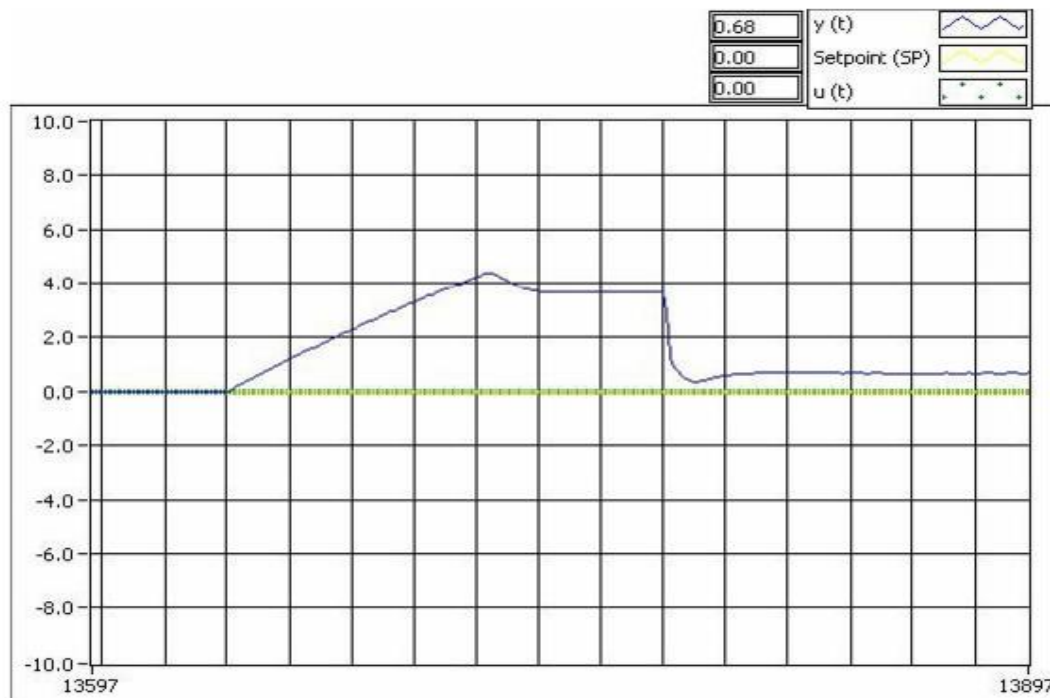

Figura 5. Respuesta del sistema de control de presión con el controlador PID analógico.
- La respuesta esperada del sistema es como la mostrada en la figura 5.